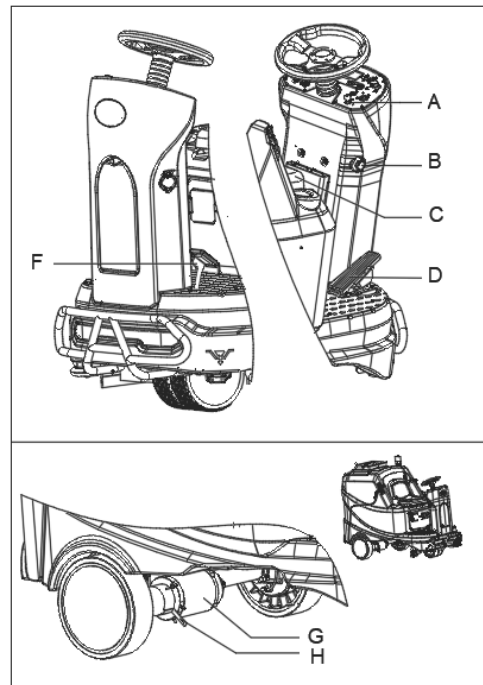

Figura 12
1. Gire la llave de encendido (A figura 12) hasta «I» y siéntese en el asiento (C).
2. Pise el pedal de aceleración (D) suavemente y suéltelo para comprobar que la máquina puede orientarse hacia adelante y detenerse.
3. Para mayor seguridad, compruebe que la máquina puede detenerse de inmediato al presionar el botón de emergencia (B). Gire el botón de emergencia para reiniciarlo.
4. Pise el pedal de freno mecánico (F) rápidamente para comprobar si la máquina puede detenerse inmediatamente.
El freno del motor de tracción está desbloqueado cuando el motor funciona normalmente, se bloquea cuando el motor se apaga. En algunos casos especiales, como el embalaje/desembalaje de la máquina, fallo de la máquina, etc., puede ser necesario empujar la máquina. En el motor de tracción (G figura 12) empuje hacia abajo el mango del freno (H figura 12), el freno de la máquina se suelta y la máquina se puede mover. Después de completar, empuje el mango hacia atrás para que la máquina pueda funcionar